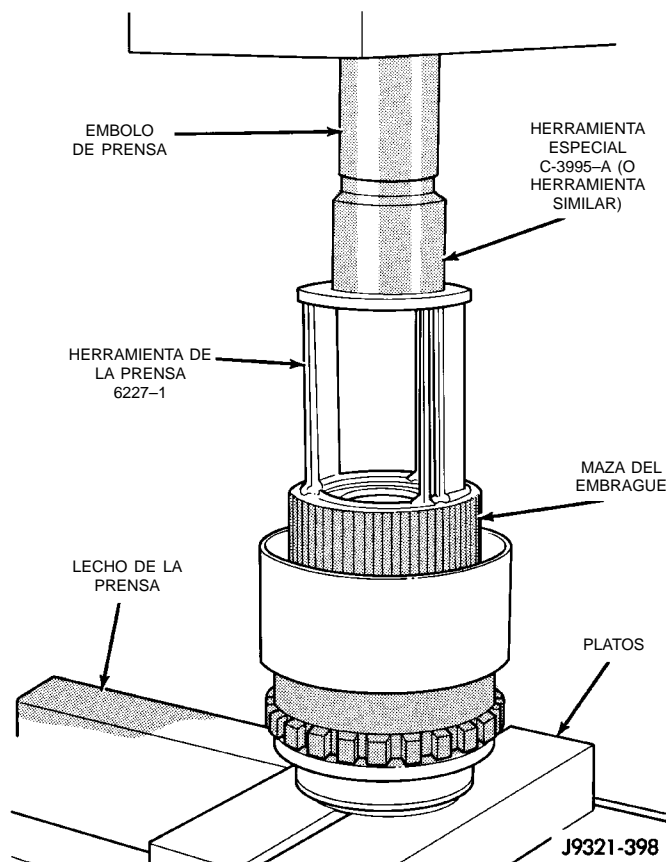

Fig. 212 Tren de engranajes instalado en la prensa de taller
(1) Coloque el conjunto del tren de engranajes en una prensa de taller (Fig. 212).
(2) Coloque el Compresor 6227-1 en la maza del embrague (Fig. 212). Apoye el reborde del eje transmisor en las placas de acero de la prensa como se indica y centre el conjunto debajo del émbolo de la prensa.
(3) Aplique lentamente la presión de la prensa. Comprima la maza y el muelle lo suficiente como para dejar al descubierto el anillo de retención de la maza del embrague y libere la presión del muelle en el anillo de muelle del conjunto de embrague (Fig. 212).